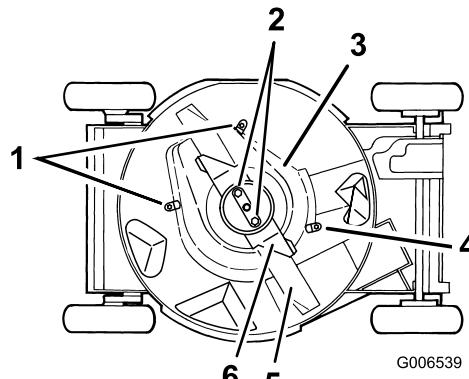

Figura 43
6. Afloje las pestañas que fijan el protector del embrague del freno de la cuchilla a la carcasa, aflojando las tuercas o los pernos de las pestañas (Figura 43). Gire las pestañas 180° para que no estorben.